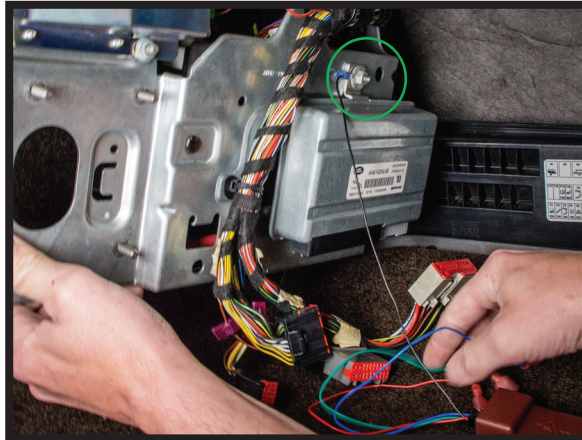

FIGURE 73
5. LOCATE SUITABLE GROUND AND INSTALL BLACK WIRE FROM EBM. (FIGURE 73)